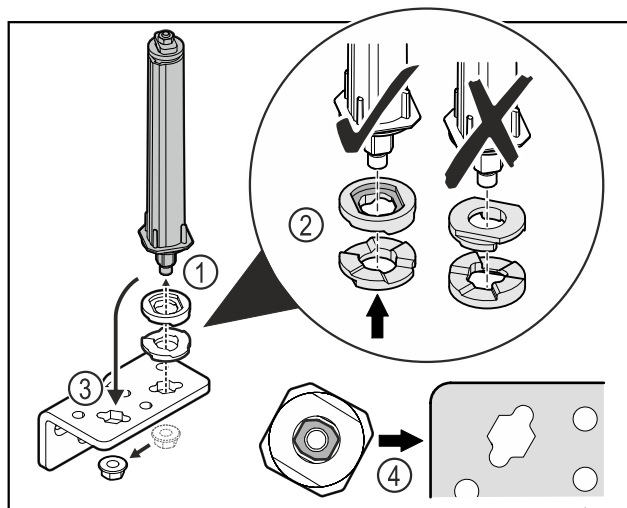

Fig. 32
- Svitare il dado e rimuovere il sistema di chiusura della porta Fig. 32 (1).
- Assicurarsi che le rondelle per la regolazione dell'altezza siano rivolte nel verso giusto Fig. 32 (2).
- Spostare il sistema di chiusura della porta nella cerniera angolare e fissarlo con il dado Fig. 32 (3).
- Durante l'inserimento del sistema di chiusura della porta assicurarsi che sia rivolto nel verso giusto Fig. 32 (4).